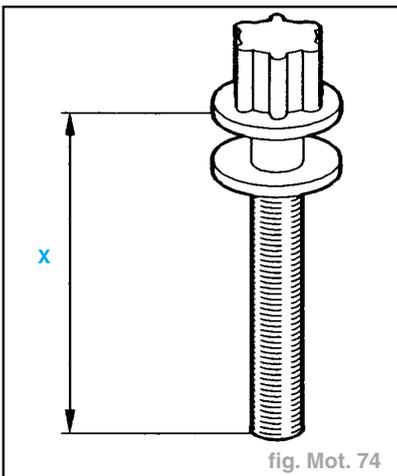

fig. Mot. 74
- Contrôler la longueur des vis de culasse (fig. Mot. 74).